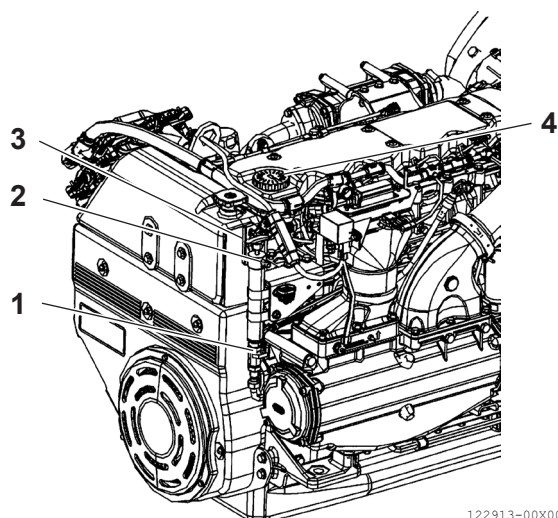

Figure 7
- Placez un récipient sous la pompe manuelle (**Figure 7, (3)**) au niveau du tuyau de sortie (**Figure 7, (2)**) pour recueillir l'huile usagée.
- Ouvrez le robinet d'extraction en plaçant le levier (**Figure 7, (1)**) en position verticale.
- Desserrez le bouchon de remplissage d'huile (**Figure 7, (4)**) et actionnez la pompe manuelle (**Figure 7, (3)**) nécessaire pour extraire l'huile jusqu'à ce que le carter d'huile soit complètement vide.
- À l'aide de la jauge d'huile (**Figure 7, (4)**), vérifiez que le niveau d'huile est situé entre les niveaux « Min » et « Max ».
- Fermez le robinet en soulevant le levier (**Figure 7, (1)**) en position horizontale.